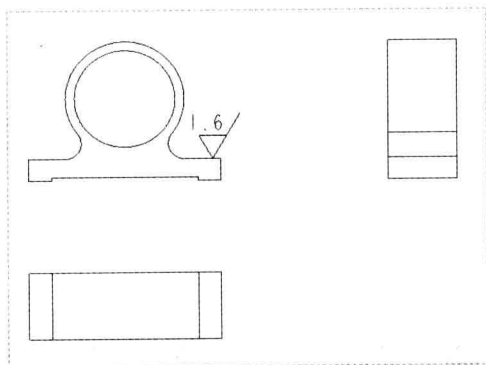

图 12-86 创建粗糙度标注
Step 08 返回到“实例依附”菜单管理器，选择“完成/返回”选项，即可创建粗糙度标注，如图 12-86 所示。